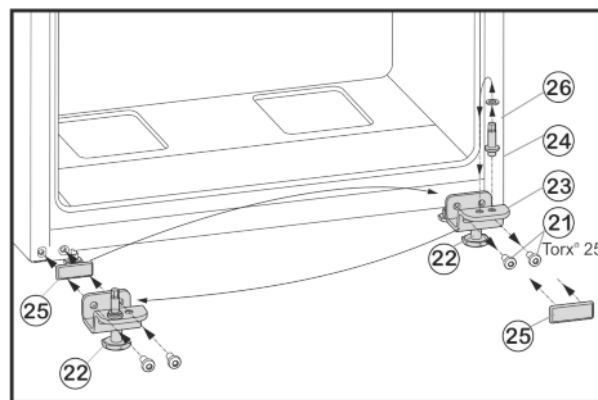

Fig. 6
- Befestigungsschrauben Fig. 6 (21) abschrauben.
- Lagerbock unten Fig. 6 (23) komplett mit Lagerbolzen Fig. 6 (24), Scheibe Fig. 6 (26) und Stellfuß Fig. 6 (22), abnehmen.
- Lagerbolzen Fig. 6 (24) komplett mit Scheibe Fig. 6 (26) abschrauben, in das gegenüberliegende Aufnahmeloch des Lagerbocks umsetzen und wieder festschrauben.
- Abdeckplatte Fig. 6 (25) vorsichtig abnehmen und auf die Gegenseite umsetzen.
- Lagerbock unten Fig. 6 (23) komplett mit Lagerbolzen Fig. 6 (24), Scheibe Fig. 6 (26) und Stellfuß Fig. 6 (22) auf der neuen Scharnierseite ggf. mit Hilfe eines Akkuschraubers **fest (mit 4 Nm)** wieder anschrauben.
- Untere Tür von oben auf Lagerbolzen Fig. 6 (24) aufsetzen.
- Stellfuß Fig. 6 (22) am Lagerbock unten Fig. 6 (23) herausdrehen, bis er auf dem Boden aufliegt.